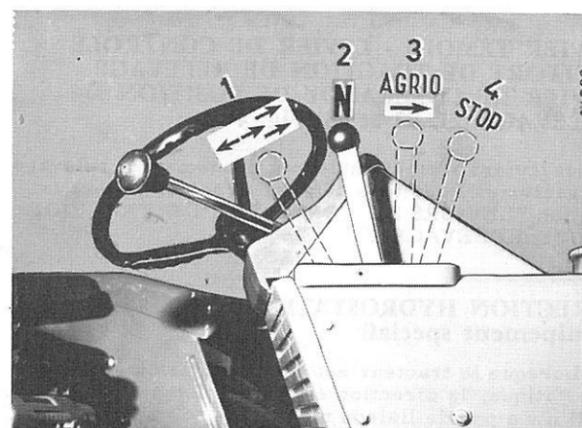

Fig. 10
Cette version comporte quatre vitesses supplémentaires qui s'intercalent entre la gamme route et la gamme champ. On obtient cette gamme "Ampli", lorsque le sélecteur de commande hydraulique se trouve dans la position 3 de la Fig. 10. Dans cette gamme, la vitesse d'avancement ne dépend pas de la position du levier de changement de gamme.
3. Version avec sélecteur de commande hydraulique. Lorsque la manette de sélecteur est en position 3 (Fig. 10), on obtient toujours la marche avant. La manette de sélecteur en position 1 (Fig. 10) vous permet de retrouver la gamme pré-sélectionnée par le levier 13 (Fig. 4).